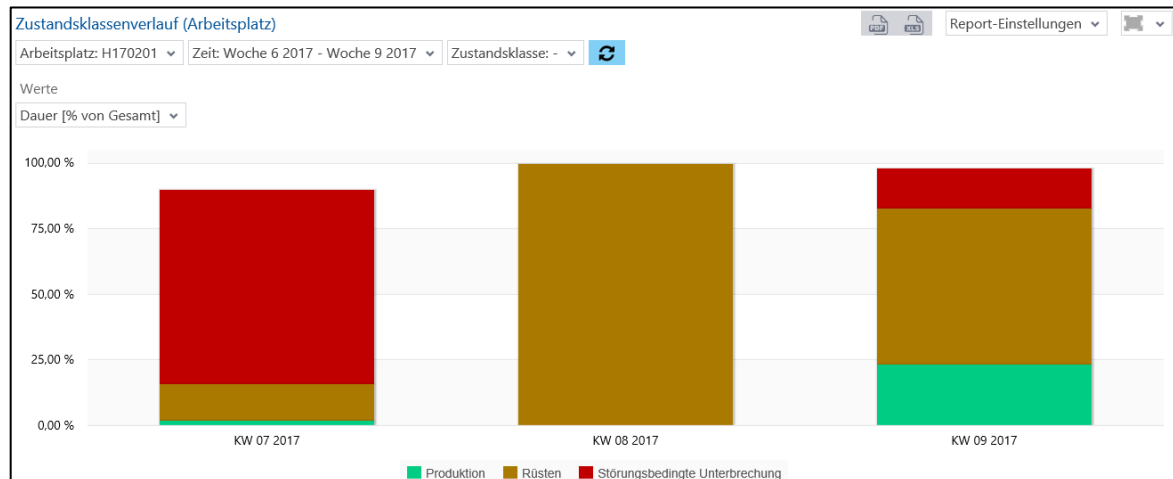

Bild 53: Zustandsklassenverlauf (Arbeitsplatz) als Säulendiagramm
- Zustandsklassenverlauf (Arbeitsplatz) als Säulendiagramm (Bild 53):